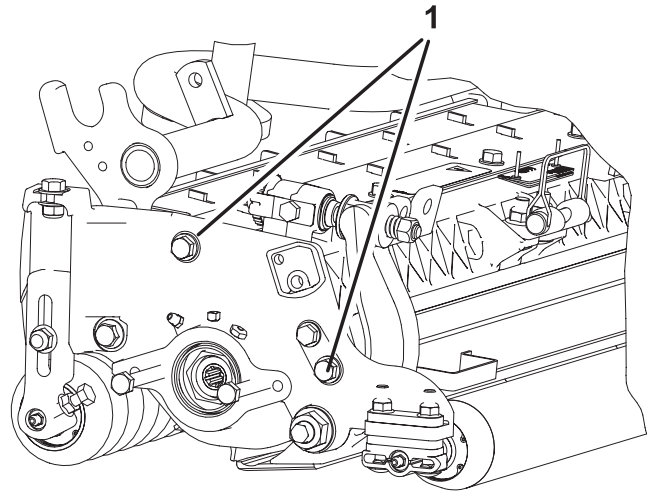

Figure 10
- Retirez les (2) écrous de fixation de chaque support et entretoise du rouleau à chaque bride de fixation de plaque latérale.
**Remarque :** La position du rouleau arrière par rapport au cylindre est contrôlée par les tolérances d'usinage des composants assemblés et le réglage du parallélisme n'est pas nécessaire. Un réglage limité est possible si l'on place le plateau de coupe sur un plan de travail et si l'on desserre les vis de fixation de la plaque latérale (Fig. 10). Ajustez et serrez de nouveau les vis. Serrez les vis à 37–45 Nm.